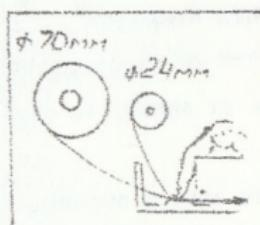

Рис. 6.6
5) нажмите на клавишу подачи бумаги "БУМАГА", одновременно легко проталкивая бумажную ленту в направлении внутренней щели плоттера (рис. 6.6);
8) нажмите клавишу "БУМАГА" при легком проталкивании бумаги в направлении внутренней щели (рис. 6.6);